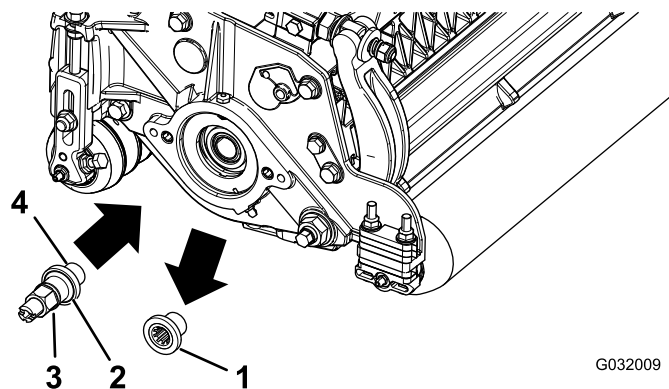

図 2
2. カッティングユニットについている後ローラブラシ駆動部用のねじ山付きインサート **図 2** を外して捨てる。
4. 駆動シャフトのねじ山 **図 2** にロックングコンパウンドを塗り、左または右用の駆動シャフトを取り付けてトルク締めする 115 128N・m 12 13kg・m = 85 95ft・lb。